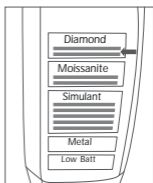

Fig. 7b
7. Durante la calibración, las luces indicadoras “Simulant” (Simulante), “Moissanite” (Moissanita) y “Diamond” (Diamante) se iluminarán de forma gradual, acompañadas por un pitido rítmico, hasta que las luces LED indiquen la fase final de la calibración, tal y como se muestra en la Fig. 7b.